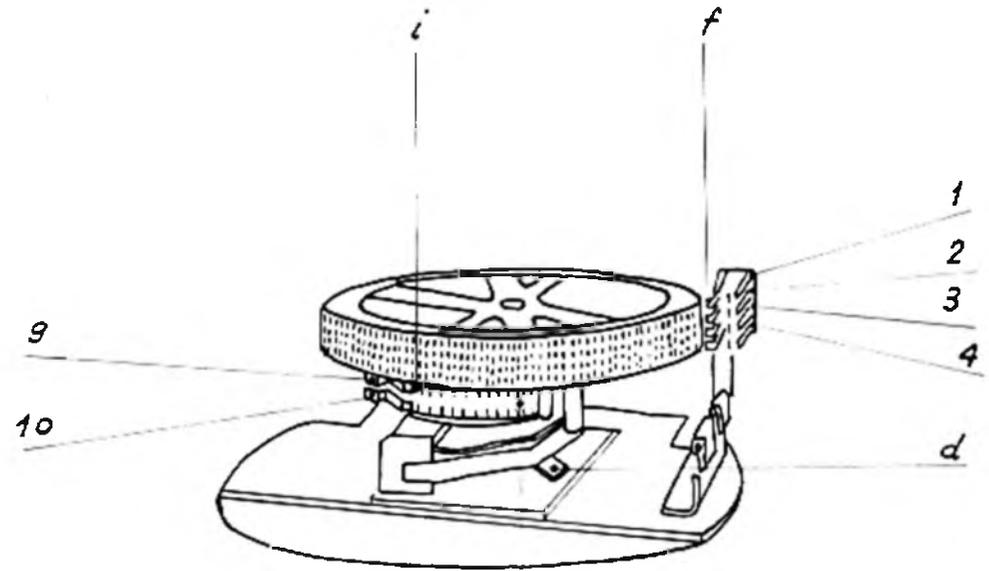

Fig. 2
2.3 La roue des minutes "c", qui actionne 2 contacts (9,10) (Fig.2); elle est munie sur sa périphérie de 2 rangées d'encoches, la distance d'une encoche à l'autre correspond à 1 minute.